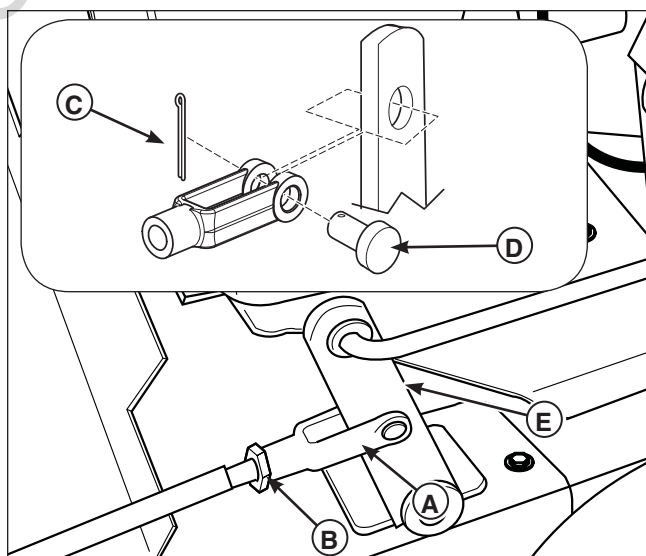

Figura 23. Regolazione del gancio dell'asta di sollevamento
6. Vedere la Figura 20. Per regolare le aste di sollevamento occorre regolare i ganci d'attacco in acciaio 1/2-20 in acciaio (A, Figura 23). Allentare il controdamo 1/2-20 (B) che fissa il gancio d'attacco. Togliere la coppiglia (C) e il perno del gancio (D) si collegano all'asta di sollevamento della parte posteriore del piano (E). Girare il gancio per regolare la lunghezza dell'asta. Rimettere a posto il perno del gancio e il fermaglio. Stringere il controdamo 1/2-20. Misurare e annotare la distanza tra i perni di sollevamento e i perni dell'asta. Ripetere questo procedimento finché le misure non sono uguali.